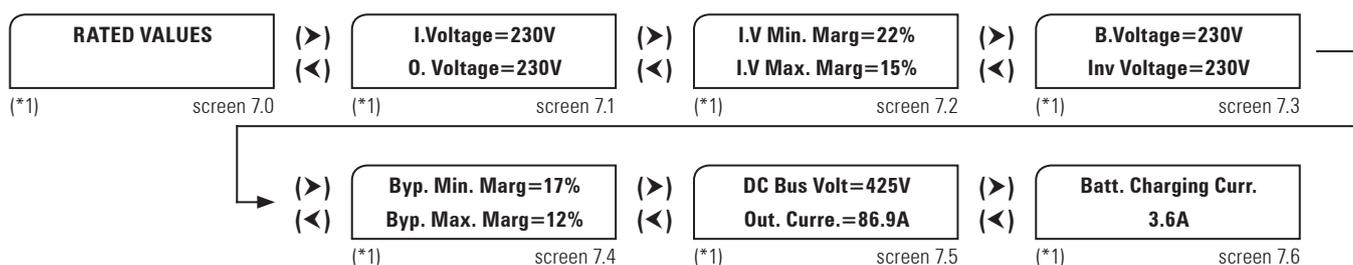

Fig. 51. Screen 7.0 «Nominal values» and its submenus.
7.3.8. Nominal values screens (menu screen 7.0). See Fig 51.